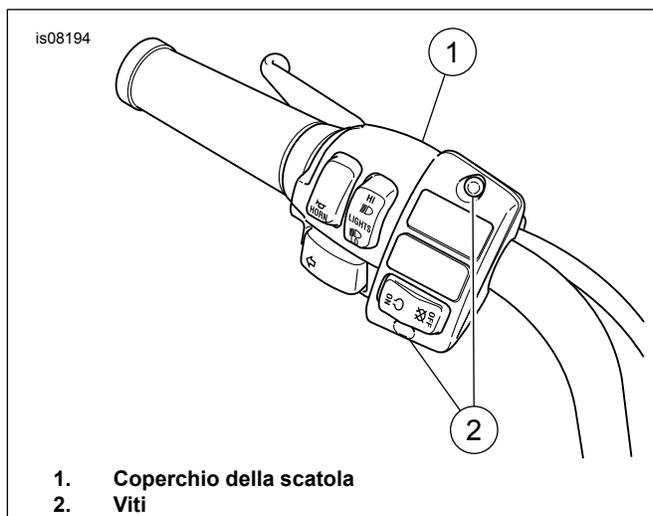

Figura 7. Installare il coperchio della scatola
12. Vedere Figura 7. Installare il coperchio della scatola con due viti a testa bombata. Con un cacciavite T-25 TORX, serrare le viti ad una coppia di 4-5 N·m (35-45 in·lb).